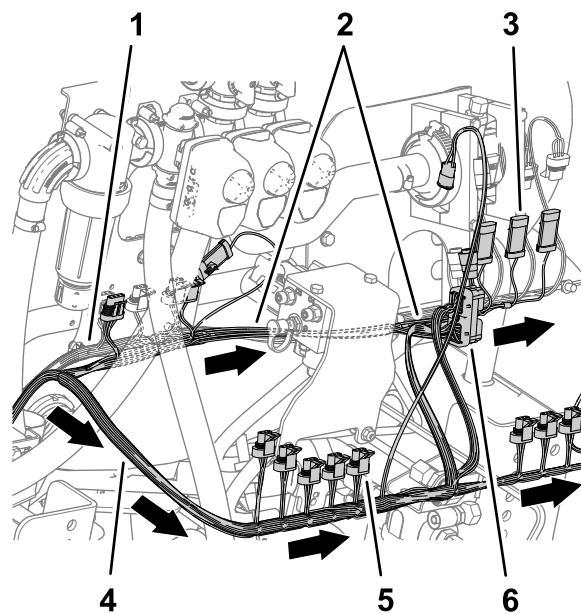

Figura 85
- Nella parte posteriore della macchina, disponete la diramazione di 89 cm del cablaggio preassemblato davanti al collettore di sollevamento e a destra del flussometro, come illustrato nella Figura 85.
- Disponete la diramazione di 102 cm del cablaggio preassemblato dietro al collettore di sollevamento e a destra, come illustrato nella Figura 85.